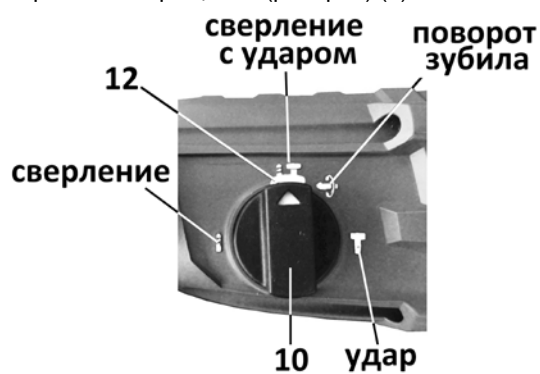

Рис. 4.
9.3. Выбор режима работы, Рис. 4